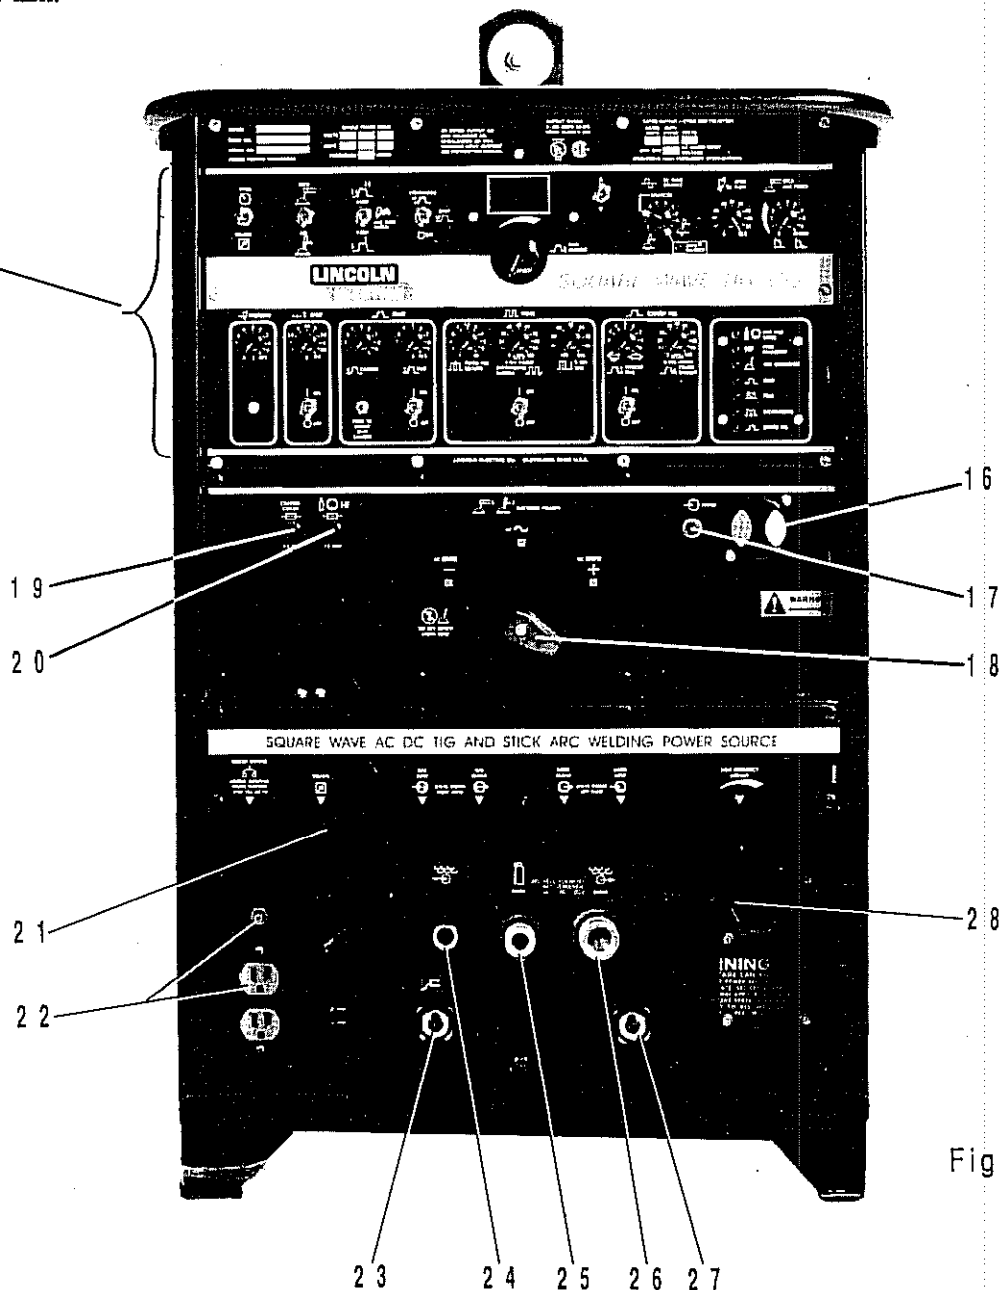

Fig. 3
Alle Lincoln Norwelds TIG-holdere vil passe for tilkobling. Styreledningen fra TIG-holder tilkobles styrestrømsuttak pos. 21 fig. 3 med en overgang som følger maskinen. Ved bruk av fotregulator (del.nr. K-870) tilkobles denne til samme uttak uten overgang. Styrestrømstøpselet fra TIG-holderen skal da ikke være tilkoblet.
- Godskabel kobles til Dix-kontakt pos. 23 fig. 3. (både for TIG- og elektrodesveising).
- For sveising med dekkede elektroder kobles elektrodekabelen til Dix-kont. pos. 27, fig. 3.
Maskinen startes med bryter pos. 16 fig. 3 og viften vil starte, signallampen lyse og digitalmeteret lyse opp. Dessuten vil gassventilen være åpen i perioden for gassfor- og etterstrømning.
1. Styrestrømstøpsel fra TIG-holder eller fotregulator tilkobles kontakt (pos. 21 fig. 3)
Hvis sekundærtermotaten åpner vil virkningen være den samme som å presse inn "AV-knappen" (pos. 16 fig. 3). Viften vil stoppe og signallampen slukke. Etter at termotaten gjeninnkobles må maskinen startes på nytt med "AV-PÅ" bryteren.